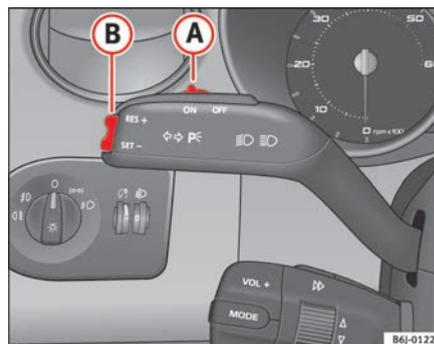

Fig. 104 Leva degli indicatori di direzione e degli abbaglianti: l'interruttore e il tasto di comando del regolatore di velocità
- Premere la parte superiore del tasto **RES** ⇒ fig. 104 **B** per aumentare la velocità. La velocità sale finché si tiene premuto il tasto. Il sistema memorizza come parametro di riferimento la velocità raggiunta nel momento in cui si lascia andare il tasto.
Se si riduce la velocità schiacciando il pedale del freno, il regolatore si disattiva. Per riattivare il regolatore di velocità si deve premere una volta sulla parte superiore del tasto **RES+** ⇒ fig. 104 **B**.